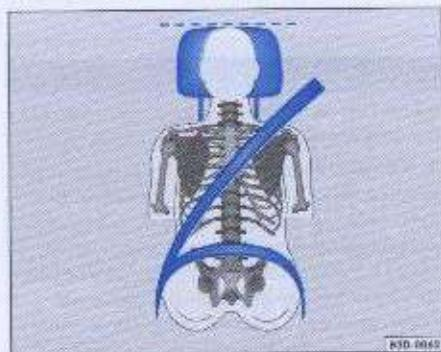
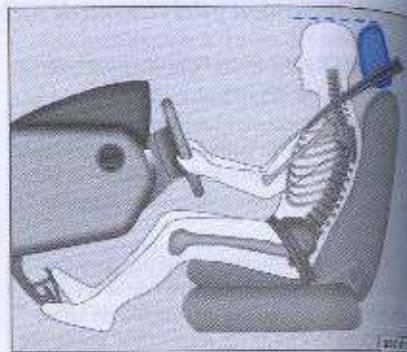

Fig. 75 Vista frontal: apoyo para cabeza correctamente ajustado y la correa del cinturón correctamente puesta
Fig. 76 Vista lateral: apoyo para cabeza correctamente ajustado y la correa del cinturón correctamente puesta
- Ajuste los apoyos para cabeza de manera que la parte superior del respaldo quede en el mismo nivel o lo más cerca posible de la parte más alta de la cabeza → fig. 75 y → fig. 76.